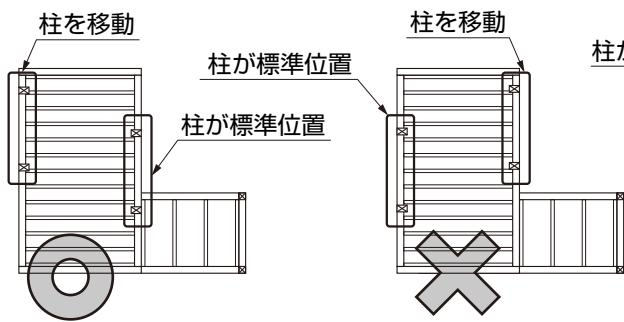

図1-8 奥行フレームに接続する場合
- Gルーフフリータイプを接続するフレームの下に取付く柱は移動することはできません。（接続しないフレームの下の柱は移動可能）（図1-8参照）